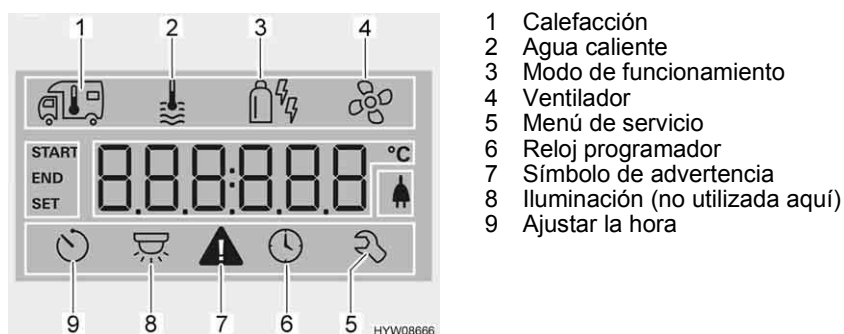

Fig. 143 Display
- Girar el pulsador giratorio (Fig. 130,6) hasta que parpadee el símbolo de menú Agua caliente (Fig. 143,2).